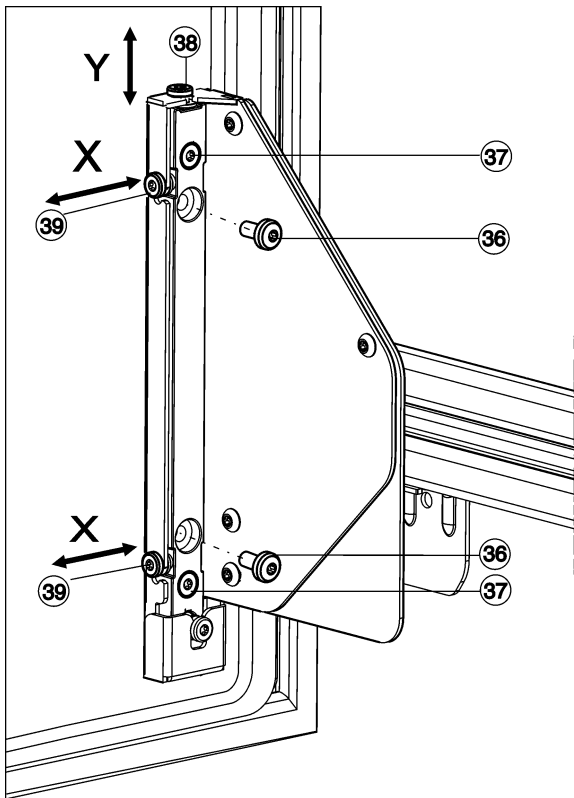

Fig. 27
- ▶ Повністю відгвинтити гвинти *Fig. 27 (36)*.
- ▷ Утилізувати гвинти *Fig. 27 (36)*, вони більше не знадобляться.
- ▶ Відпустити гвинти *Fig. 27 (37)* на 1-2 оберти.
- ▶ Повернути регулювальний гвинт (38). За годинниковою стрілкою: дверцята рухаються вгору макс. на 4 мм. Проти годинникової стрілки: дверцята рухаються вниз макс. на 2 мм.
- ▶ Знову міцно затягніть усі гвинти *Fig. 27 (37)*.
- ▶ Якщо гвинти *Fig. 27 (36)* ще є, повністю їх відгвинтіть.
- ▶ Переставте регулювальні гвинти *Fig. 27 (39)* у бажаному горизонтальному напрямі юстирування.
- ▶ Знову міцно затягніть гвинти *Fig. 27 (37)* після закінчення горизонтального юстирування.